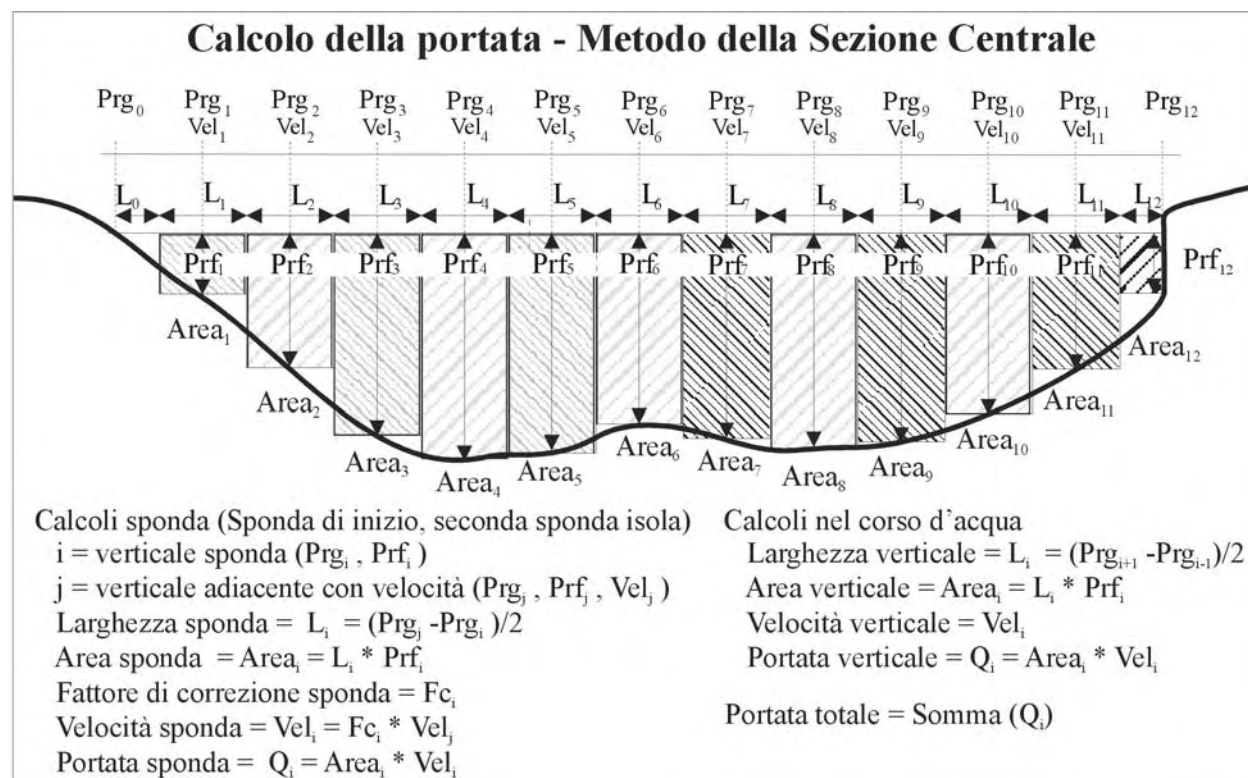

Fig. 7 – Calcolo della portata – Metodo della Sezione Centrale
- L'asse X della sonda deve essere perpendicolare rispetto al nastro (Fig. 7).
Il metodo della **Sezione Centrale** (Fig. 7) è quello più usato per il calcolo della portata ed è preimpostato nel FlowTracker. Viene usato dal United States Geological Survey (USGS) ed è descritto nelle norme ISO 748 (1997) e 9196 (1992).